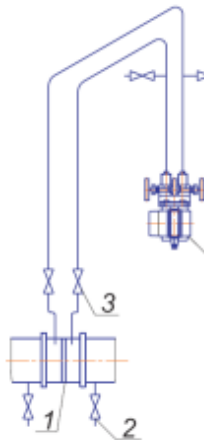

Bild 3.5
3.1.4.1. AIR-20/M2-H werden an den Einsatzort in der Lage aufgestellt, die für den Betrieb und die Bedienungen bequem ist. Dabei ist die Ordnung der Montage der Messumformer des Wasserdrucks im Punkt 3.1.4.10 gebracht. Je nach den Parametern der kontrollierten Umgebung und der Bedingungen der Auswahl des Drucks werden AIR-20/M2-H-DD entsprechend dem Bild 3.5 - 3.8 aufgestellt. Es ist nötig zu berücksichtigen, dass die Orientierung des Messumformers, besonders mit der oberen Grenze der Messungen $\pm 0,063$ кПа – ± 10 кПа, die Verschiebung und die Notwendigkeit der Nachstelle des Anfangssignals auf die Größe verursachen kann, die von den treibenden Kräften, der Sensibilität des Messumformers und seinem Anstieg abhängt. Bei der Auswahl des Aufstellungsortes von AIR-20/M2-H muss man Folgendes berücksichtigen: